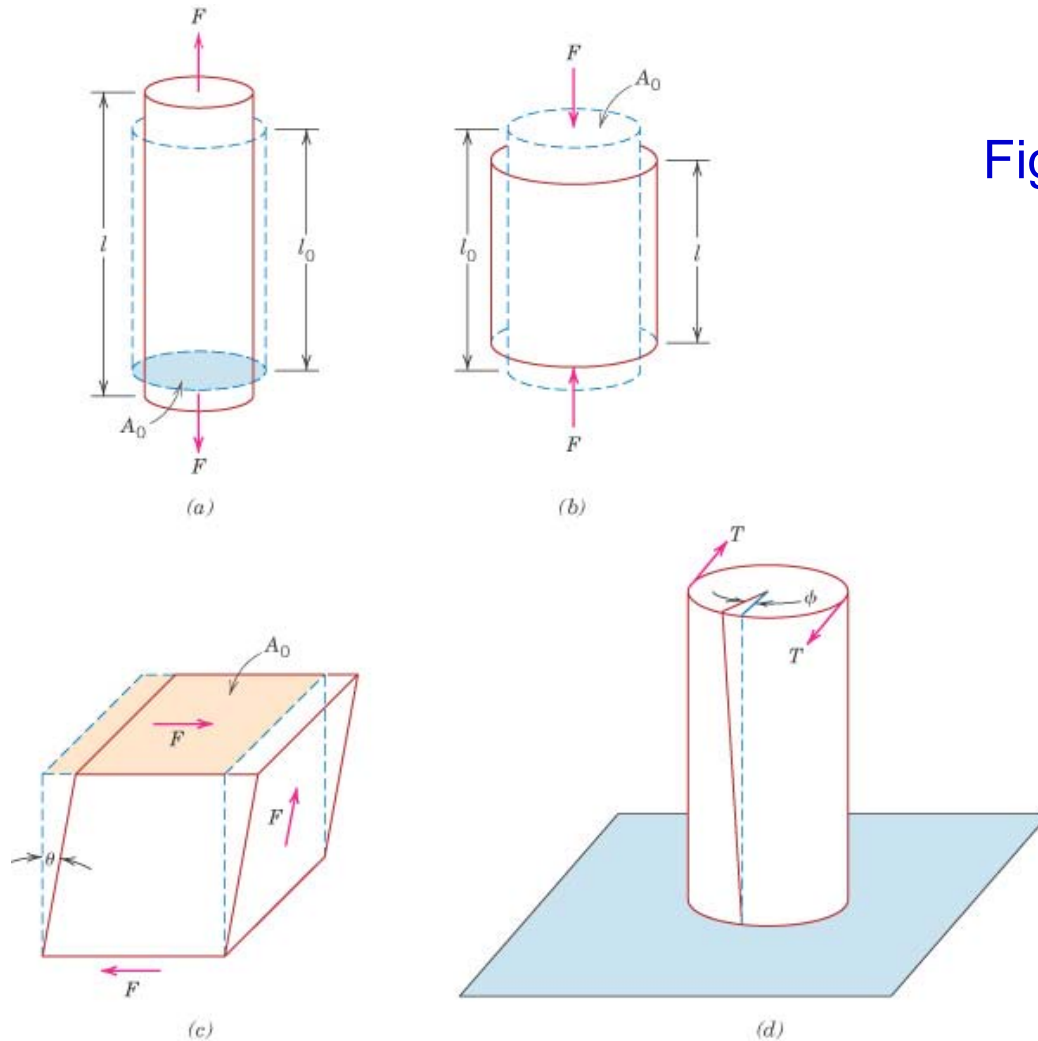

Fig. 7.1 다양한 기계적 시험:
인장시험과 동등, 변형률의 부호만 반대 (Fig. 7.1 (b))
- **Shear tests** (Fig. 7.1 (c) 참조)